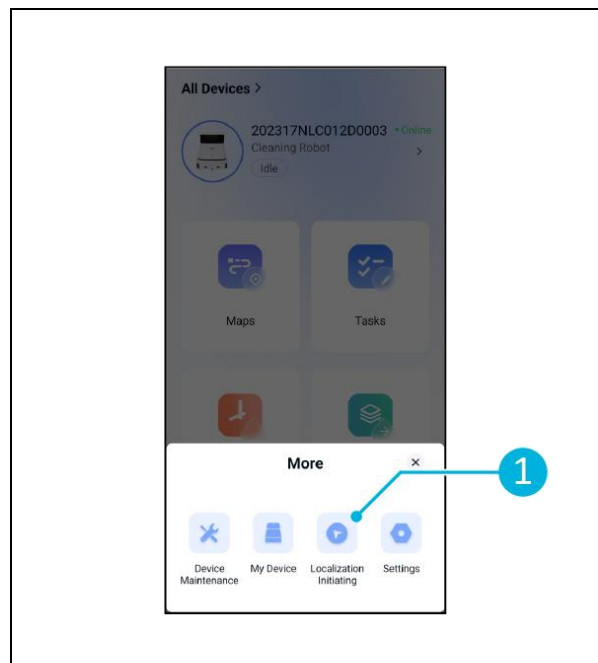

Figura 27
3. Selezionare [\[Inizializzazione localizzazione\]](#). (Figura 27, pos. 1).